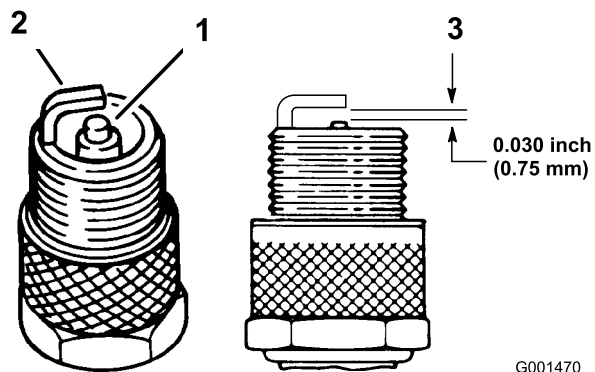

Figura 25
- Controllate il centro delle candele (Figura 25). Se l'isolatore è di color marrone chiaro o grigio, il motore funziona correttamente. Una patina nera sull'isolatore significa in genere che il filtro dell'aria è sporco.
- Controllate la distanza tra gli elettrodi centrale e laterale (Figura 25). Piegate l'elettrodo laterale (Figura 25) se la distanza non è corretta.
3. Collegare i cappellotti alle candele (Figura 25).